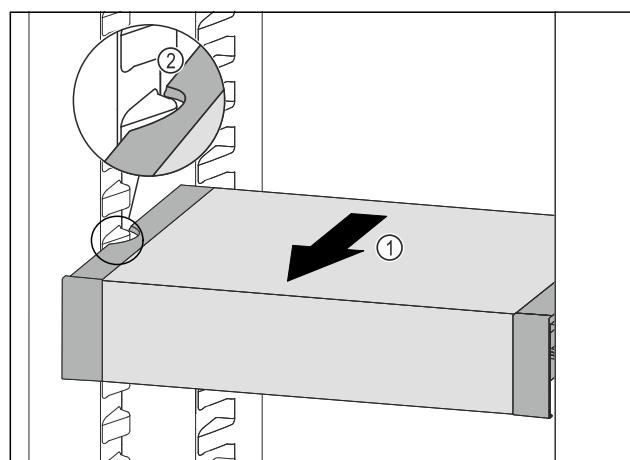

Fig. 87
- Trageți în față VarioSafe Fig. 87 (1), până când degajările laterale ale VarioSafe se află la înălțimea nervurii recipientului din frigider. Fig. 87 (2)